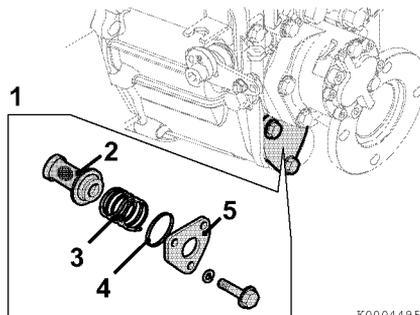

Figure 3
- (a) Rimuovere il coperchio laterale **(Figure 3, (5))** e rimuovere il filtro **(Figure 3, (2))**.
- (c) Tenere in posizione il filtro con la molla elicoidale **(Figure 3, (3))** e inserirlo nella scatola. Installare un nuovo O-ring **(Figure 3, (4))** nel coperchio laterale.